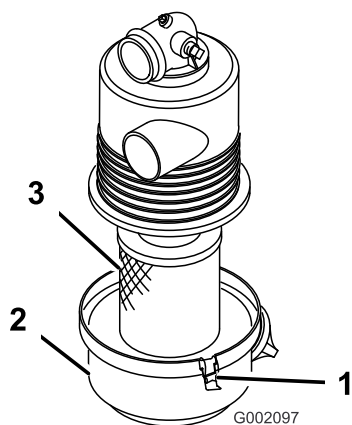

Figura 25
3. Abra los enganches que sujetan la tapa del filtro de aire a la carcasa del filtro de aire, y retire la tapa (Figura 25).
4. Retire suavemente el elemento del filtro de aire (Figura 25) de la carcasa del filtro.